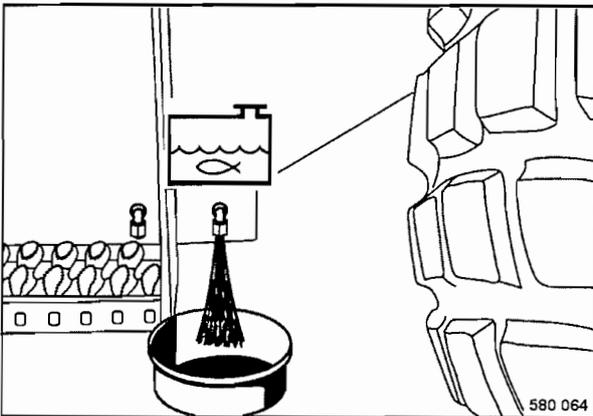

Fig. 102
- Desenroscar los tapones de cierre (Fig. 102), descargar el líquido refrigerante y recogerlo.